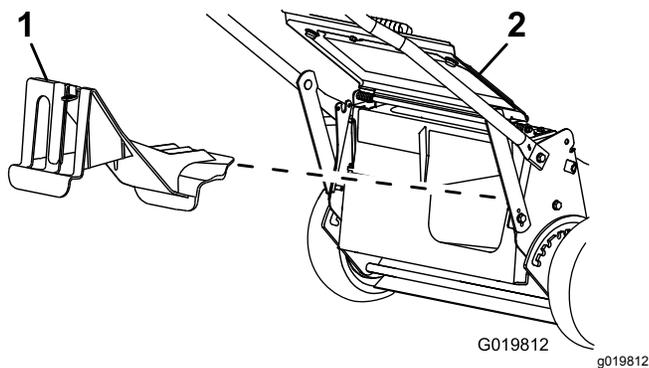

Figura 22
- Se o bujão de descarga traseira não estiver instalado, agarre-o pelo manípulo, elevando o defletor traseiro e insira-o na calha de descarga traseira até que encaixe no sítio; consulte Figura 22.
2. Retire o bujão de descarga traseira empurrando o trinco para baixo com o polegar e retirando o bujão da máquina (Figura 22).